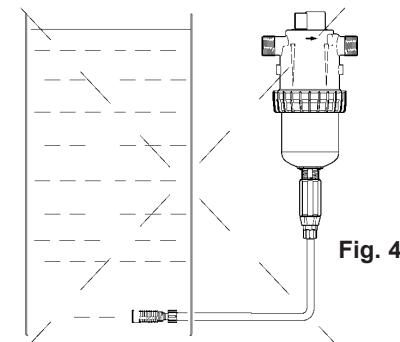

Fig. 3
**ATTENTION ! Laisser la crépine à 10 cm [4"] environ du fond du bac de solution afin d'éviter d'aspirer les particules non solubles qui risquent d'endommager le corps doseur (Fig. 3).**